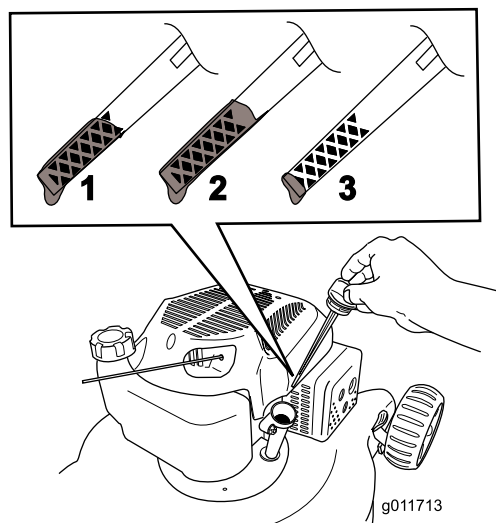

Рисунок 4
2. Извлеките масломерный щуп (Рисунок 4).
3. **Медленно** налейте масло в маслозаливное отверстие, подождите 3 минуты, после чего проверьте уровень масла масломерным щупом. Для этого вытрите щуп дочиста и вставьте его в маслозаливное отверстие, **не ввинчивая при этом** крышку в маслозаливное отверстие (Рисунок 4).
**Примечание:** Заливайте масло в картер двигателя до тех пор, пока масломерный щуп не покажет, что достигнут нужный уровень масла в двигателе, как показано на Рисунок 4. В случае перелива слейте некоторое количество масла из двигателя, как описано в разделе «Замена моторного масла».